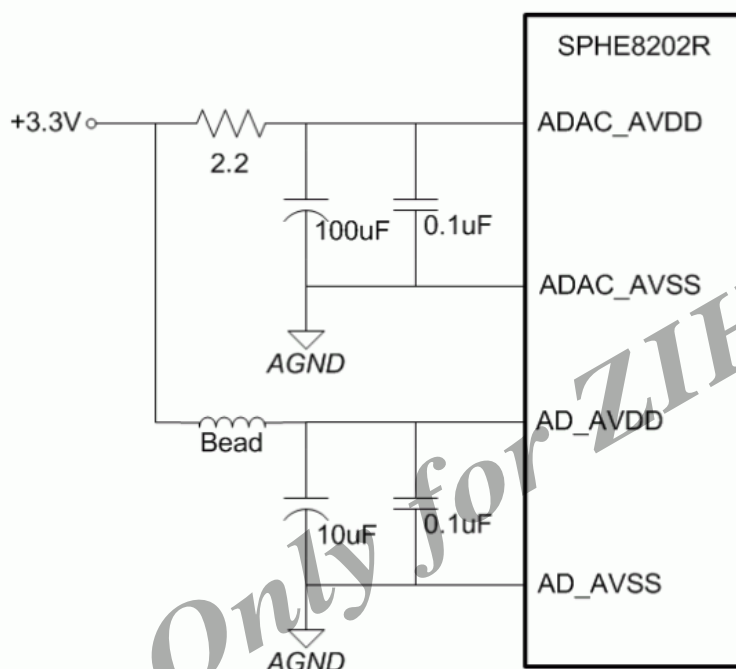

Figure 3-6 Audio power
(1) SPHE8202R 在 Audio 部分有 DAC 与 ADC，两组 power 一定要分开，同样从 3,3V 分支两路供给，ground 的部份则接在一起如图 3-6。